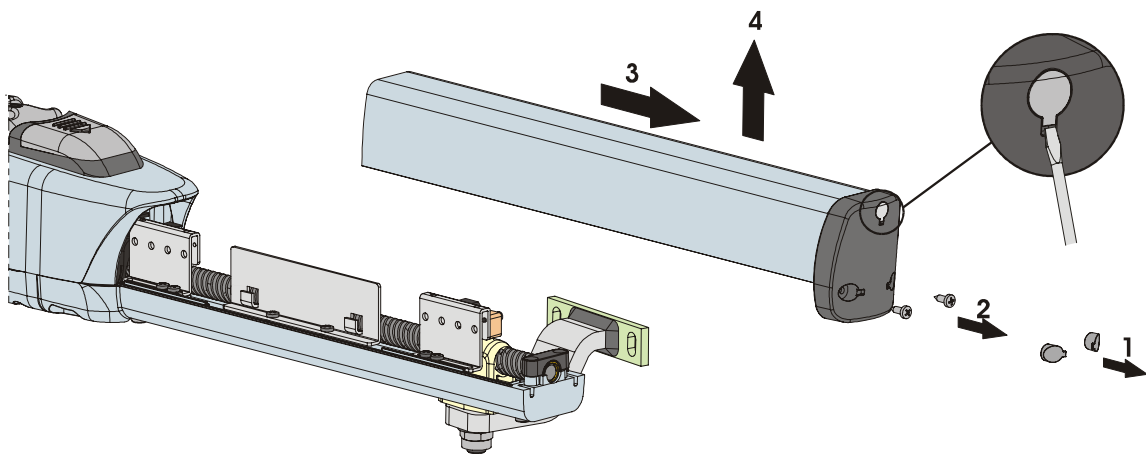

Fig. 23
- 1) Rimuovere i due tappini che coprono le viti di fissaggio inferiori, Fig.23 rif.1. Per facilitare questa operazione è stato previsto uno scasso che permette l'inserimento di un cacciavite.
- 2) Svitare le due viti inferiori del tappo frontale e sfilare il carter di copertura, come illustrato in Fig.23